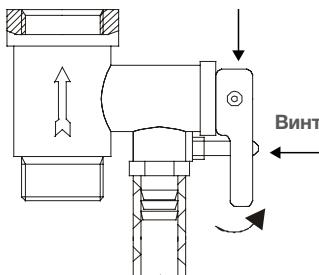

Рис. 9*
6. Воду можно слить через комбинированный предохранительный клапан (рис.9) (для этого открутите винт ручки слива комбинированного предохранительного клапана и переведите ручку слива в верхнее положение, при этом кран выхода горячей воды должен быть открыт, а кран подачи холодной воды в водонагреватель должен быть перекрыт).